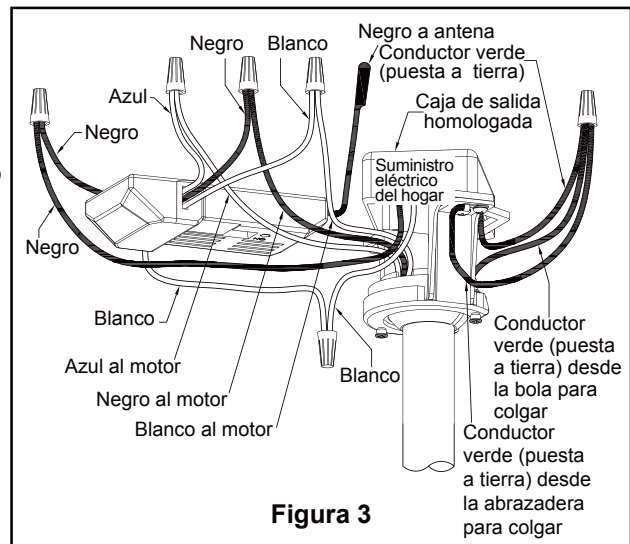

Figura 3
### Uso del soporte (Figura 3)
1. Perfore un orificio de 1/4" en la estructura del edificio para evitar grietas con la instalación del tornillo de intervalo. Utilice el tornillo de intervalo de 3/8"x 2" y la arandela plana para fijar el cable de seguridad a la viga del techo o a la estructura de madera. Dicho tornillo pasará a través de arandela plana, la presilla del cable de seguridad y se fijará en la estructura del edificio. (Figura 3)
**NOTA:** el cable de soporte para techo no se puede asegurar solamente a la caja de conexiones; se debe asegurar directamente a la viga de techo o miembro estructural con el tornillo de cabeza cuadrada de 3/8"x2" y la arandela plana. (Figura 3)
2. Conecte los conductores verdes de la abrazadera para colgar y la varilla al conductor desnudo (a tierra) con el conector de cables. Conecte el conductor negro de la unidad receptora marcado "AC IN L" al conductor negro de alimentación con el conector de cables. Conecte el conductor blanco de la unidad receptora marcado "AC IN N" al conductor blanco de alimentación con el conector de cables. Conecte el conductor blanco de la unidad receptora marcado "TO MOTOR N" al conductor blanco del ventilador con el conector de cables incluido con la unidad receptora. Conecte el conductor negro de la unidad receptora marcado "TO MOTOR L" al conductor negro del ventilador con el conector de cables que se adjunta con la unidad receptora. Finalmente, conecte el conductor azul de la unidad receptora al conductor azul de la iluminación del ventilador con el conector de cables que se adjunta con la unidad receptora. (Figura 3)
3. Extraiga uno de los tres tornillos del ensamble de la placa de iluminación y guarde los tornillos para pasos posteriores. Afloje levemente los otros dos tornillos. (Figura 3)
3. Para que el ventilador sea funcional, instale las pila (incluidas) de 23A/12V en el transmisor del mando a distancia. Mientras el ventilador esté apagado. A continuación, siga el proceso de fijación remota de código. Si no se utiliza el ventilador durante un largo periodo de tiempo, extraiga la batería para evitar cualquier daño al transmisor. Almacene el mando a distancia en un lugar alejado del calor o la humedad excesiva. (Figura 3)